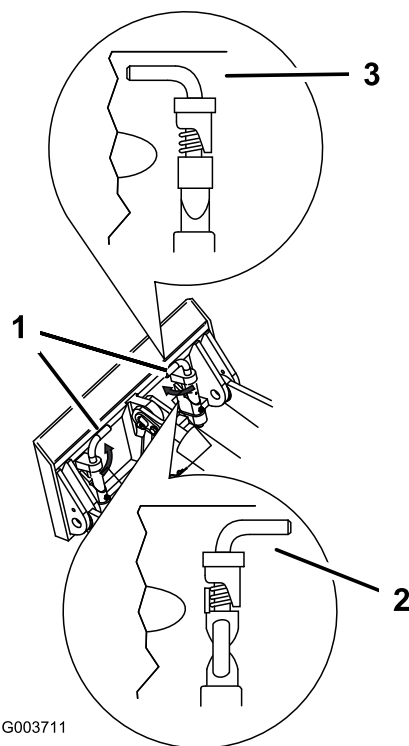

Figura 9
7. Acople los pasadores de enganche rápido, asegurándose de que están correctamente introducidos hasta el fondo en la placa de montaje (Figura 9).